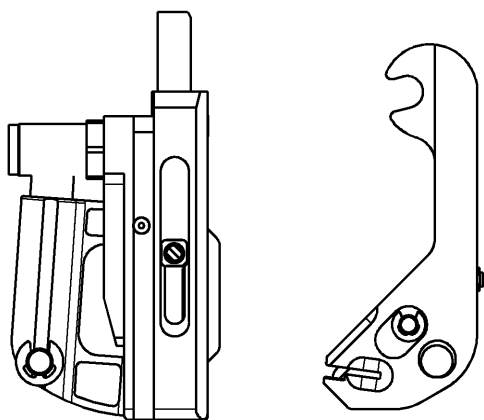

Fig. 21
- Fig. 20, Fig. 20a, Fig. 21 -